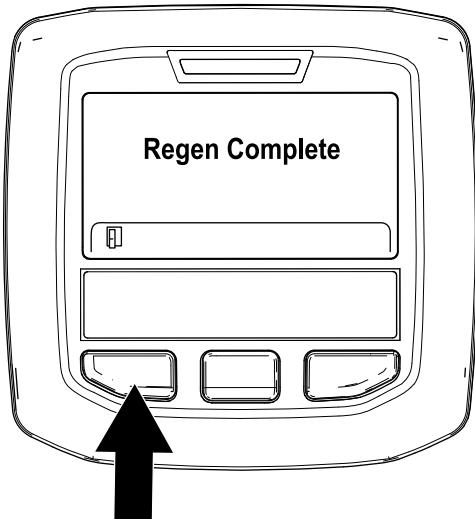

図 41
9. 駐車再生が終了すると、インフォセンターに Regen Complete と表示される。左ボタンを押してホーム画面に戻る図 41。